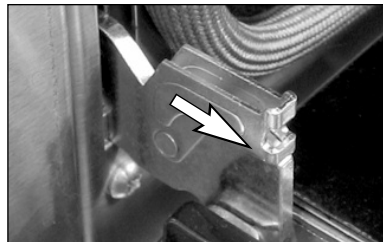

Fig. 07
2. Déverrouillez les charnières de la porte en tournant le verrou vers l'avant (fig. 07).